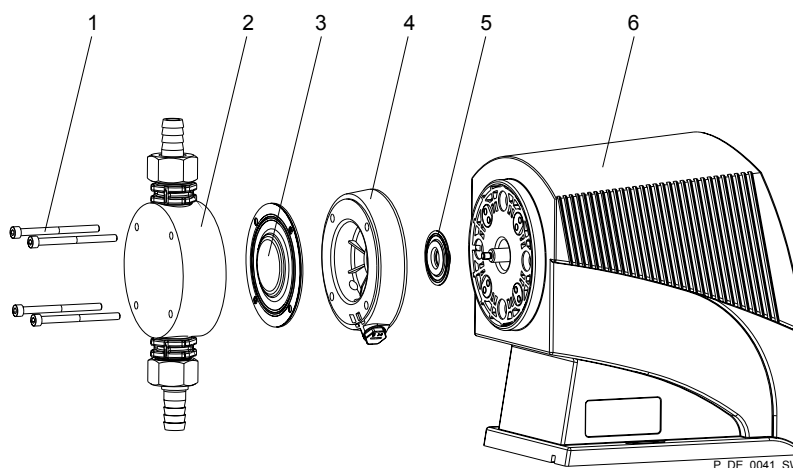

Fig. 31: Éclaté des pièces détachées de l'unité de refoulement
6. ➤ Enlever les vis (1).
7. ➤ Retirez la tête doseuse (2) avec les vis (1) de la pompe - voir figure Voir la Fig. 31
8. ➤ Remettez en place la tête doseuse (2) avec les vis – les vis (1) doivent encore se trouver dans les orifices de la membrane (3) mais non dans le corps de la pompe !
9. ➤ Tenir le corps de la pompe (6) avec une main et insérer avec l'autre la membrane (3) entre la tête doseuse (2) et l'entretoise de la tête (4).
10. ➤ Détacher la membrane (3) de l'arbre de commande grâce à une légère rotation vers l'arrière de la tête doseuse (2), de la membrane (3) et de l'entretoise de la tête (4), dans le sens antihoraire.
11. ➤ Tirez la tête doseuse (2) avec les vis (1) en dehors de la membrane (3) et dévissez entièrement cette dernière de l'arbre de commande
12. ➤ Dégager l'entretoise de la tête (4) du corps de la pompe (6).
13. ➤ Vérifiez l'état de la membrane de sécurité (5) et remplacez-la si nécessaire.
14. ➤ Faire coulisser la membrane de sécurité (5) sur l'arbre de commande, mais seulement jusqu'à ce qu'elle se retrouve à plat sur le corps de pompe (6) – pas plus loin !
15. ➤ Essayez de visser la nouvelle membrane (3) jusqu'en butée sur l'arbre de commande – cette opération doit être correctement effectuée, sinon la pompe ne réalisera pas un dosage exact par la suite !